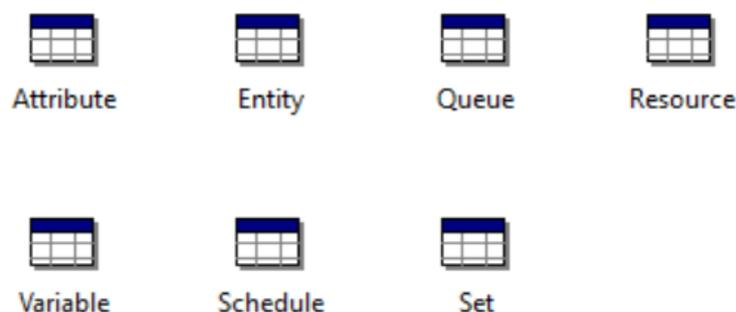

Figura 4: Módulos de datos
- Módulos de datos:** Los módulos de datos son un tipo especial de módulos que no tienen representación en la vista de diagrama de flujo del modelo, sólo aparecen en la vista de hoja de cálculo. Sirven para definir las características de varios procesos y elementos del modelo. Los iconos de estos módulos se asemejan pequeñas hojas de cálculo. Las entidades no fluyen por los modelos de datos. Los módulos de datos en el panel de procesos básicos son los reflejados en la Figura 4.